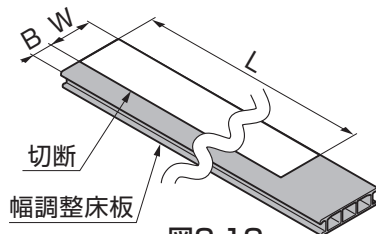

図2-12
①幅調整床板の張付け位置を確認してください。
②図2-11、図2-12、表2-2、表2-1、表2-2を参照して、柱、下レールに干渉するデッキを幅調整床板に加工してください。